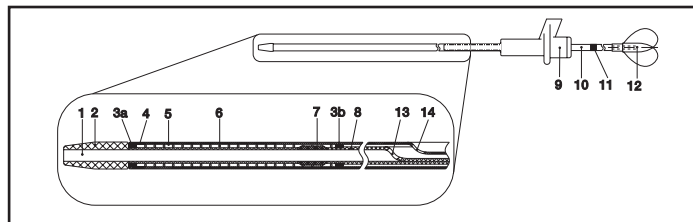

Figure 1. Endoprothèse carotidienne WALLSTENT Monorail™
L'endoprothèse carotidienne WALLSTENT Monorail consiste en un stent auto-expansible à cellule fermée constitué de fils en alliage biomédical DFT (câble torsadé multibrins) tressés dans une structure tubulaire à mailles. Les fils sont fabriqués à partir d'un alliage de qualité biomédicale constitué de cobalt, chrome, fer, nickel et molybdène (communément appelé Elgiloy® ou Conichrome) et contiennent une âme radio-opaque améliorée en tantale. Le dispositif se compose de deux éléments : le stent et le système de mise en place du stent (voir la Figure 1).
- Pour un meilleur résultat, les orifices des corps interne et externe du guide (13, 14 sur la Figure 1) doivent rester à l'intérieur du cathéter guide ou de la gaine de guidage.